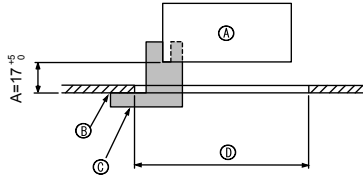

Fig. 5-2
①	Izgara	1	950 × 950 (mm)
②	Mahpus rondelalı vida	4	M5 × 0,8 × 25
③	Geyç	1	(dört bölmeli)
④	Tespit parçası	3
⑤	Vida	4	4 × 8
⑥	Vida	1	4 × 12
⑦	i-see sensor köşe paneli	1	PLP-6BAE için
5.2. Izgarayı takma hazırlığı (Fig. 5-2)
- Bu kit ile birlikte verilen geyci ③ kullanarak ünitenin tavana göre konumunu ayarlayınız ve kontrol ediniz. Eğer ünite tavana göre doğru yerleştirilmezse hava geçirebilir veya kondansasyon birikmesine imkân verebilir.